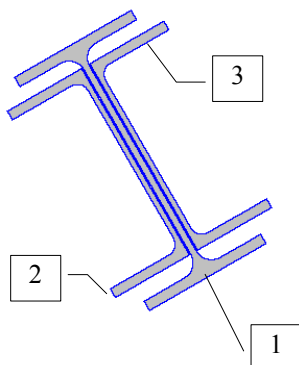

Рис. 58. Конструируемое сечение
Необходимо собрать сечение (рис. 58), в состав которого входят двутавр 20Б1 (1) и два швеллера 16П (2, 3).
- ✎ в результате швеллер [3] займет положение, показанное на рис. 58;